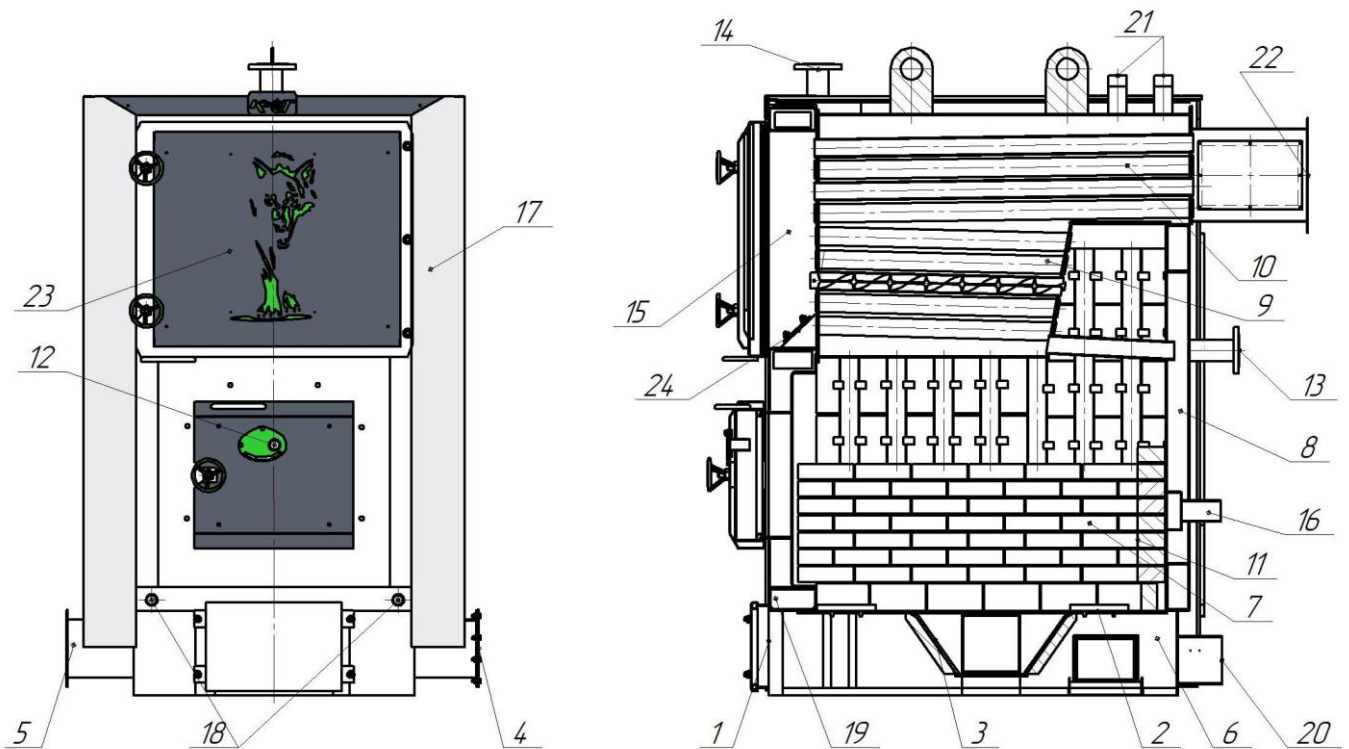

Рис.4 Пристрій котла
5.1.1 Основа котла 6 (рис. 4) являє собою зварну конструкцію і включає в себе: зольник 1, збірну рушту 2, реторту і рукав для механічної подачі палива (5) і дутьєвого повітря (20). Збоку передбачені двері для огляду і чистки золи. Верхня частина основи, що не обмежена руштою і зольник теплоізолювані вогнетривкою цеглою 7.